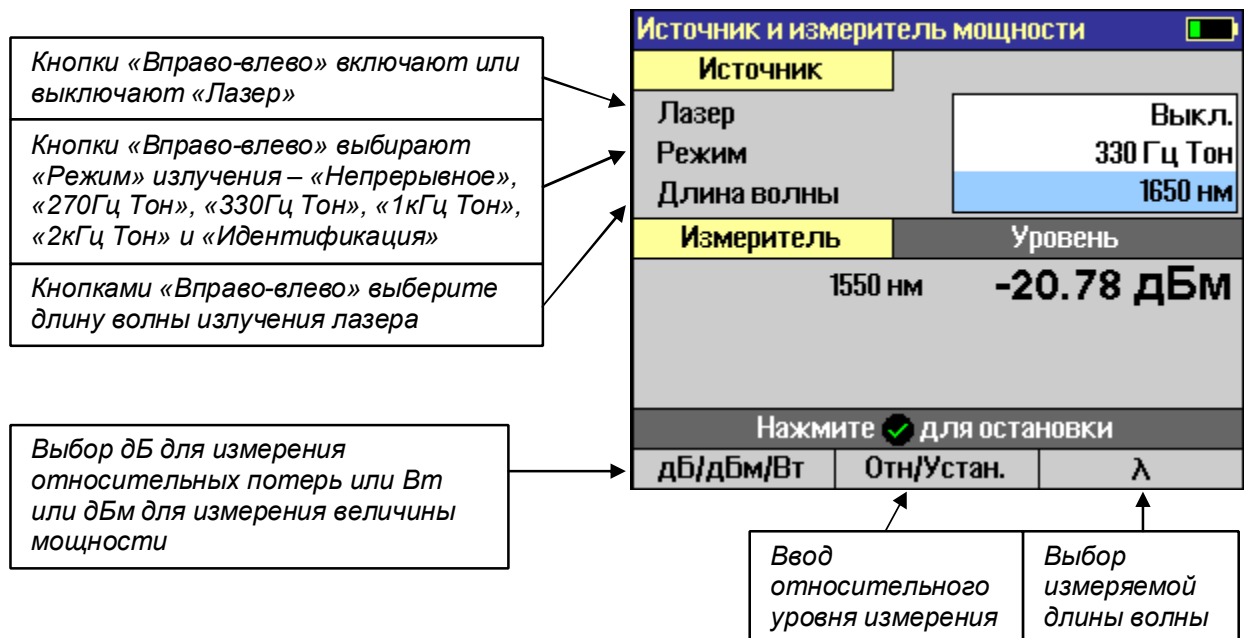

Рис.9
9.3.5. Режим «Источник и Измеритель мощности», рис. 9.